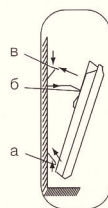

Рис.7
5. закрепить прибор на кронштейне необходимо следующим образом (рис.7):
- наденьте на кронштейн нижнюю часть конвектора при помощи специальных отверстий, расположенных в нижней части конвектора (рис.7, а);
- придерживая конвектор рукой, закрепите гибкие растяжки расположенные на кронштейне в специальных прямоугольных отверстиях на конвекторе (рис.7, б);
- наденьте верхнюю часть конвектора на кронштейн, зафиксировав его при помощи защелок на кронштейне (рис.7, в);